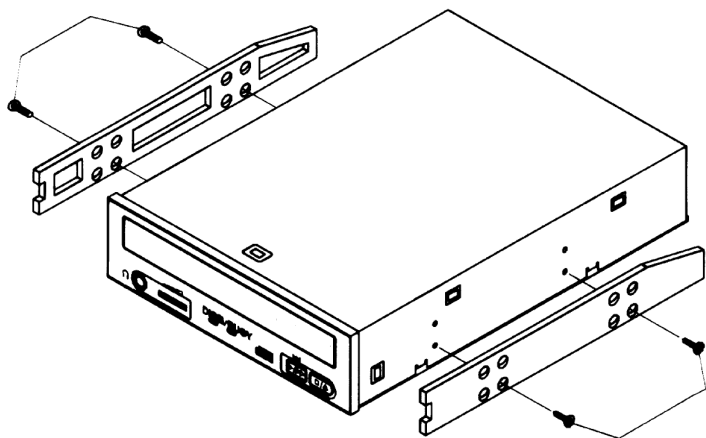

Figure 15 : Installer les rails d'installation (au besoin)
5. Si vous devez utiliser des rails d'installation, fixez-le à la série inférieure de trous tel qu'illustré à la Figure 15. (Dans certains cas, vous devrez peut-être fixer les rails aux trous de la partie supérieure.) Après avoir fixé les rails, vérifiez leur position en glissant le lecteur dans la baie avant de l'installer ou de brancher les câbles.